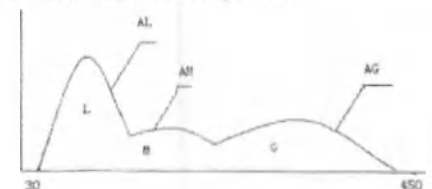

Рис. 2-3
Гистограмма БКТ/WBC показана на рис. 2-3.
- P_LCR указывает коэффициент больших тромбоцитов (≥ 12 фл). Выводится из гистограммы тромбоцитов. См. рис. 2-3. LD, UD – это дифференцирующие линии 2–6 фл и 12–30 фл. Эти две линии анализатор проводит автоматически. P_LCR – это отношение частиц между линией 12 фл и UD к частицам между LD и UD.